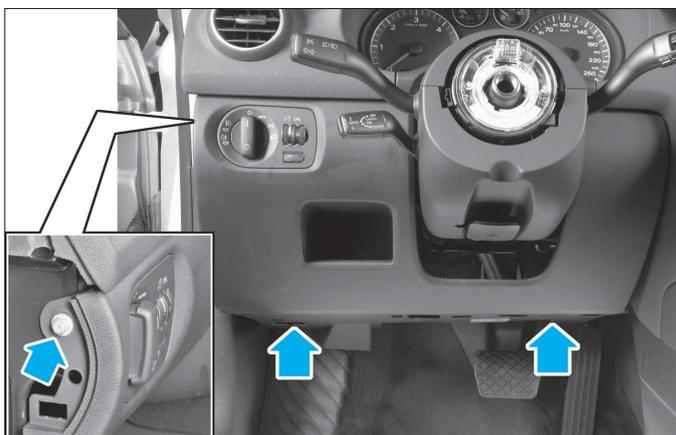

FIG. 22
- déposer les 3 vis de fixation à 6 pans de 8 mm (Fig.22).